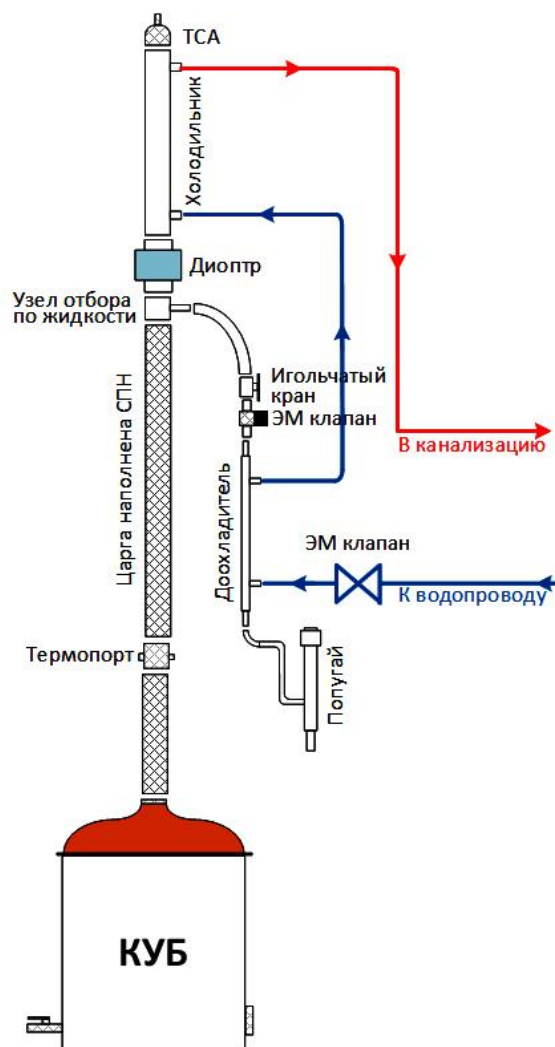

Рис.1. Ректификационная колонна.
1. Собрать колонну как на рис.1.
6. Электромагнитный клапан на подачу воды охлаждения установить, как показано на рис.1.